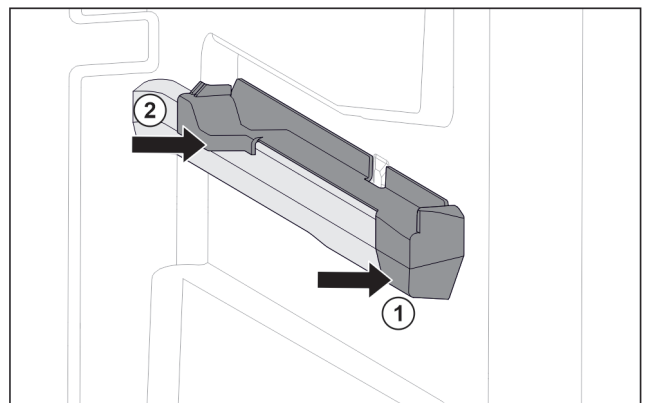

Fig. 85 Pieza de acoplamiento en la nervadura para recipientes derecha
- ▶ Coloque la pieza de acoplamiento delante en la nervadura para recipientes. Fig. 85 (1)
- ▶ Presione la pieza de acoplamiento por detrás. Fig. 85 (2)